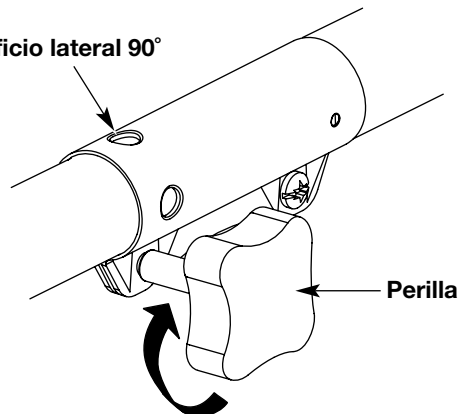

Fig. 25
3. Gire la perilla en sentido horario para ajustarla (Fig. 25).
Para recortar bordes mientras usa el accesorio de corte de cabeza de línea con modelos EZ-Link™, trabe el botón de desconexión en el **orificio lateral de 90°** (Fig. 25).